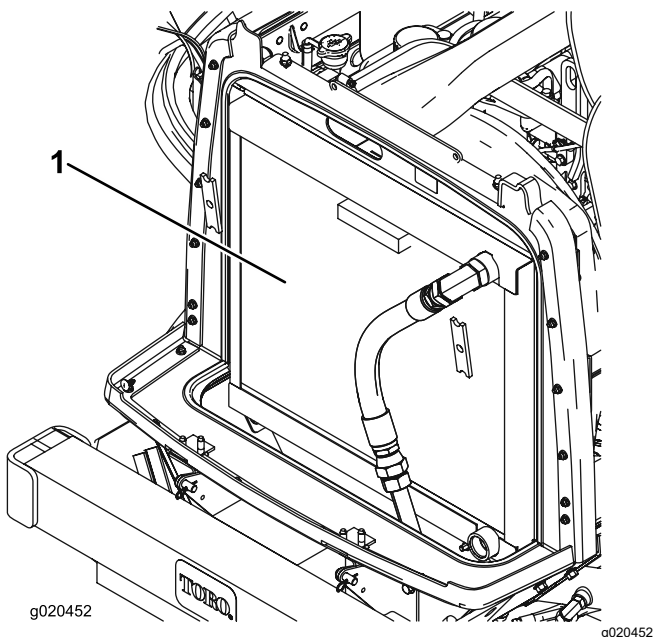

Figura 112
3. Limpie a fondo ambos lados de la zona del radiador/enfriador de aceite con aire comprimido (Figura 112).